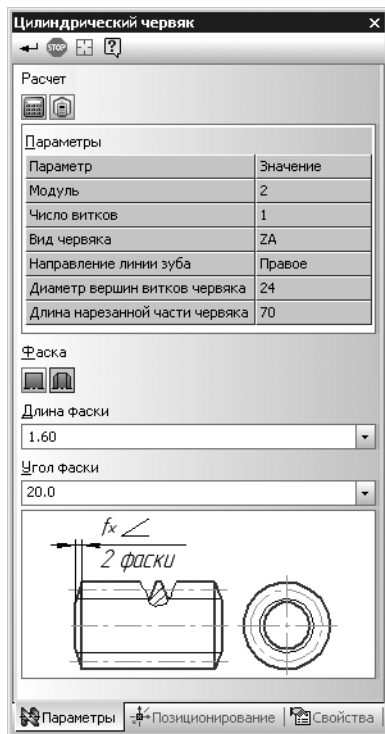

Рис. 11.22.
1. Раскройте на панели свойств **Цилиндрический червяк** вкладку **Параметры** (рис. 11.22). На ней содержатся элементы управления, названия которых приведены в таблице 11.17.